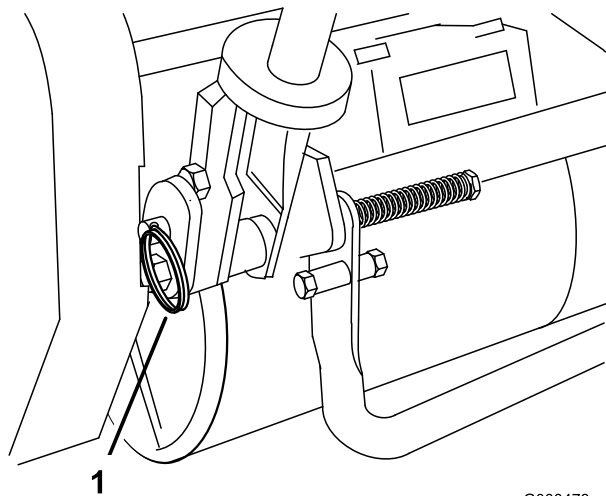

Bild 6
- Nehmen Sie auf jeder Seite des Rasenmähers die Splints von den Ringstiften ab (Bild 6).
- Stützen Sie den Griff ab. Nehmen Sie die Ringstifte auf jeder Seite ab. Lassen Sie den Griff auf die gewünschte Position ab oder heben Sie ihn an (Bild 6).